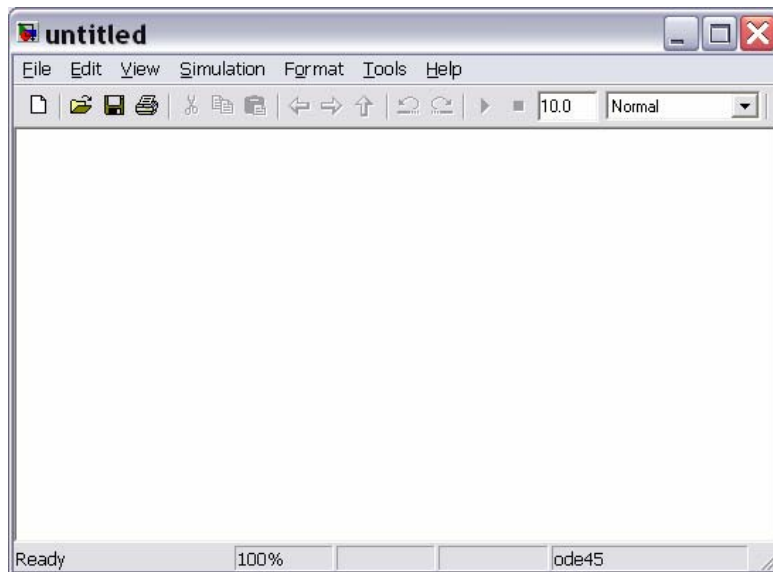

Рис. 3.1. Вікно блок-схеми S-моделі
- 1) виклику створеної раніше S-моделі шляхом введення у командному рядку командного вікна MatLAB ймення відповідного MDL-файла або обравши команду **New > Model** у меню **File**, якщо S-модель ще тільки потрібно утворити; у першому випадку при цьому виникне нове вікно з блок-схемою, а у другому - порожнє вікно **untitled** (вікно, де має бути утворена блок-схема нової S-моделі, MDL-файлу, рис. 3.1);